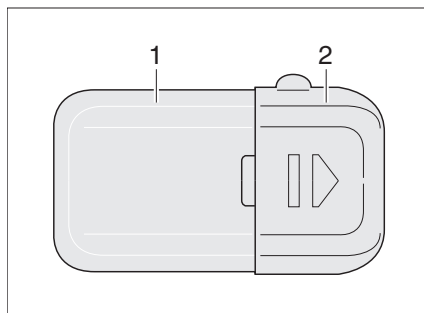

Fig. 179 Eclairage de la penderie
- Légèrement presser ensemble le cache de luminaire (Fig. 179,1) et l'enlever.
- Pousser le couvercle (Fig. 179,2) dans la direction de la flèche.
- Repousser le couvercle (Fig. 179,2) en place.